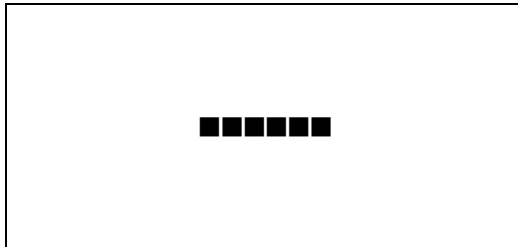

図4-25 オンスクリーンメニュー(POSITION H例)
- 1) CHARACTERメニューで「POSITION H[PO H]」(*)を選択し、**ENTER** ボタンを押すと図 4-25 のような設定メニューが表示されます。